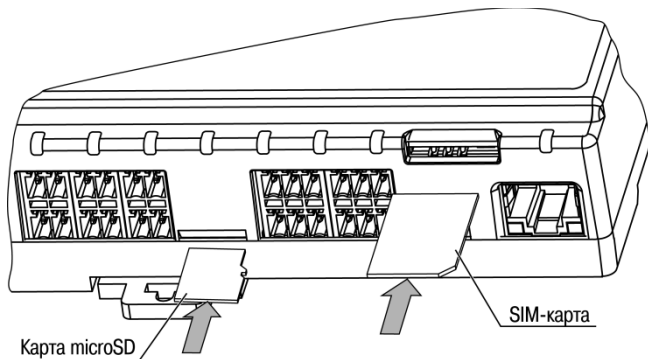

Рисунок 6.3 – Установка microSD и SIM-карты
6.2.6 Подключение microSD/microSDHC карты допускается, в том числе, и при включенном питании КСОД. При этом необходимо программно предусмотреть приостановку работы с картой. Карта устанавливается контактами в сторону DIN-рейки (см. рисунок 6.3).
6.2.7 При использовании GSM/GPRS-модема необходима антенна, подсоединяемая к винтовому гнезду типа SMA. Антенна не входит в комплект поставки и приобретается отдельно. Установку/замену SIM-карты стоит производить при отключенном питании КСОД и питании подключенных к нему устройств. SIM-карта устанавливается контактами в сторону DIN-рейки и скошенным уголком наружу (см. рисунок 6.3). Для извлечения SIM-карты рекомендуется воспользоваться пинцетом.